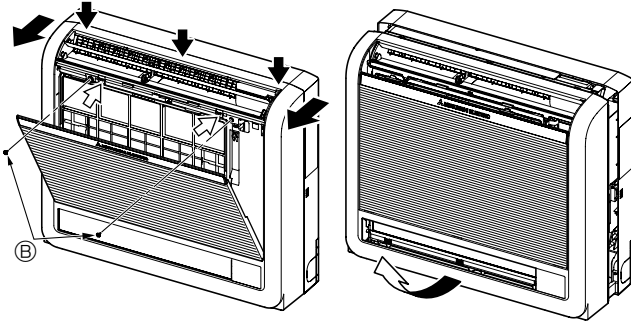

Fig. 3-3
- 1) Oklarla ➡ gösterilen 2 konuma bastırın ve ön ızgarayı açın. (Fig. 3-3)